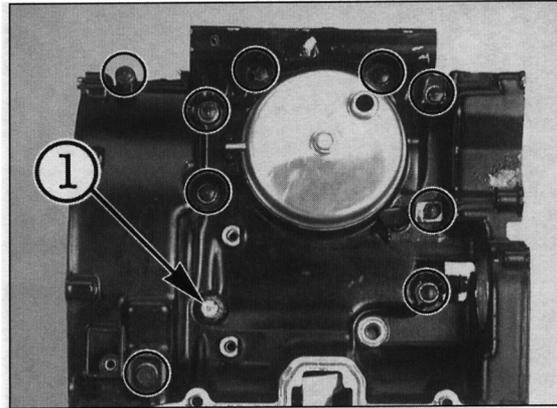

Bild 212
- An Gehäuse-Oberseite zuerst neun 6 mm-Gehäuseschrauben, dann 8 mm-Schraube ausdrehen (Bild 212).